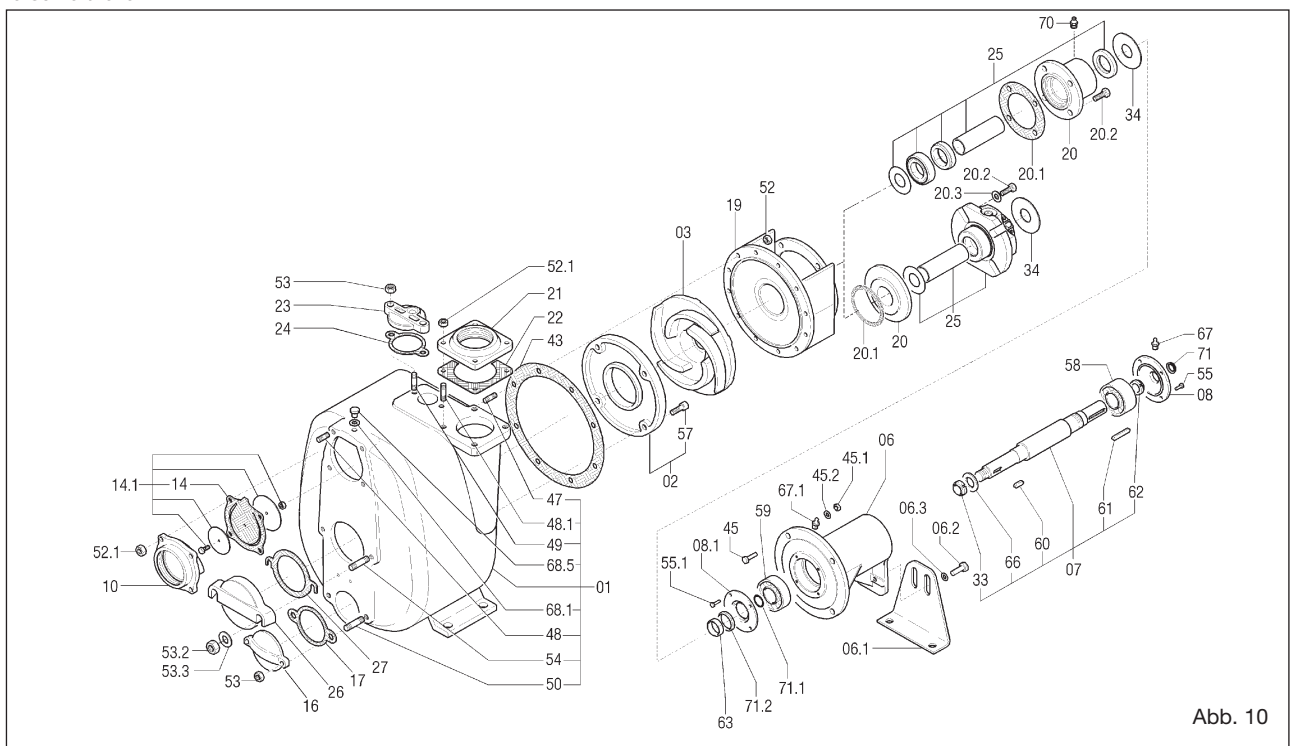

Abb. 10
Die Ansaugleitung muss einen Durchmesser aufweisen, der dem Durchmesser des Ansaugstutzens der Pumpe entspricht (für größere Durchmesser Varisco konsultieren). Falls möglich Kurven, Kniestücke oder Drosselungen vermeiden, die den Zufluss der Flüssigkeit zur Pumpe behindern können. kein Bodenventil montieren: Die Pumpe weist ein integriertes Rückschlagventil (14) (Abb. 10) auf. Die Pumpe so nahe wie möglich an der zu pumpenden Flüssigkeit installieren und wo möglich versuchen, die Länge der Ansaugleitung zu reduzieren. Die Anschlüsse der Ansaugleitungen müssen vollkommen luftdicht sein. Die Gewinde, die Dichtung der Flansche, die Schnellkupplungen usw. kontrollieren.
13.2 Ersetzung des Laufrades (Abb. 10)
- Die Muttern (52) lösen und den Pumpenkörper entfernen; dabei darauf achten, dass die Dichtung (43) nicht beschädigt wird.
- Das Laufrad (03) blockieren und die selbstblockierende Mutter (33) abschrauben.
- gegebenenfalls die Dichtung (43) ersetzen.
13.3 Ersetzung des Verschleißtellers (Abb. 10)
- Die Muttern (52) lösen und den Pumpenkörper entfernen; dabei darauf achten, dass die Dichtung (43) nicht beschädigt wird;
- Die Innensechskantschrauben (57) lösen
- Den Verschleißteller (02) ausbauen und ersetzen
- Gegebenenfalls die Dichtung (43) ersetzen
13.4 Ersetzung des Ventils (Abb. 10)
- die Ventilhalterung (10) herausnehmen
- den Ventilsitz der Ventilhalterung (10) reinigen und wieder einsetzen
13.5 Ersetzung der Dichtung vom Typ 1 - 2 - 3 (Bezug Abb. 10,11 und 12)
- die Muttern (52) lösen und den Pumpenkörper entfernen; dabei darauf achten, dass die Dichtung (43) nicht beschädigt wird.
- das Laufrad (03) blockieren und die selbstblockierende Mutter (33) entfernen.
- die Motorhalterung (19) herausnehmen. Zusammen wird automatisch auch der rotierende Teil der Dichtung (40) herausgenommen, der auf dem Distanzstück (31) montiert ist
- den Gegenflansch (39) mit der entsprechenden Dichtung (38) von der Motorhalterung abnehmen
- die Ölwanne (41) abbauen
- die Dichtung (40) und das Distanzstück (31) einölen und die Dichtung auf einer Seite des Distanzstückes aufsetzen.
- den Halteringsring der Dichtung (25.1) einsetzen. Den letzteren vorschieben, bis die Feder (60) wieder angebracht werden kann.
- das Laufrad (03) und die Scheibe (66) wieder anbringen und die Mutter (33) anziehen;
- die Dichtung des Körpers (43) wieder anbringen und beide Teile einfetten.
13.6 Ersetzung der Dichtungen vom Typ 4 - 5 (Bezug Abb. 10, 13, 14, 15 und 16)
- Die Muttern (52) (Abb. 10) lösen und den Pumpenkörper entfernen; dabei darauf achten, dass die Dichtung (43) nicht beschädigt wird.
- Den Laufrad (03) blockieren und die selbstblockierende Mutter (33) abschrauben.
Dazu müssen die Abmessungen A und B der Abbildungen 17, 18, 20 und 21 möglichst gleich sein. Dazu werden die Kompensationsringe (25.2) (Abb. 11) verwendet, die mit der Ersatzdichtung geliefert werden. Diese Ringe dienen dazu, das Laufrad nach vorne zu schieben, wenn er sich zu weit vom vorderen Verschleißteller entfernt oder zu nahe am hinteren (falls vorgesehen) befindet. Die Kompensationsringe werden zwischen den Halterungsringen der Dichtung (25.1) (Abb. 11) und das Laufrad montiert. Weitere Anpassungen können mit den Dichtungen zwischen Körper und hinterem Teller vorgenommen werden. Das Zwischenlegen der Dichtung (43) (Abb. 10) mit einer Stärke von 0,5 mm bewirkt den erforderlichen Abstand (Abb. 19).
13.8 Wartung der Lager (Abb. 10)